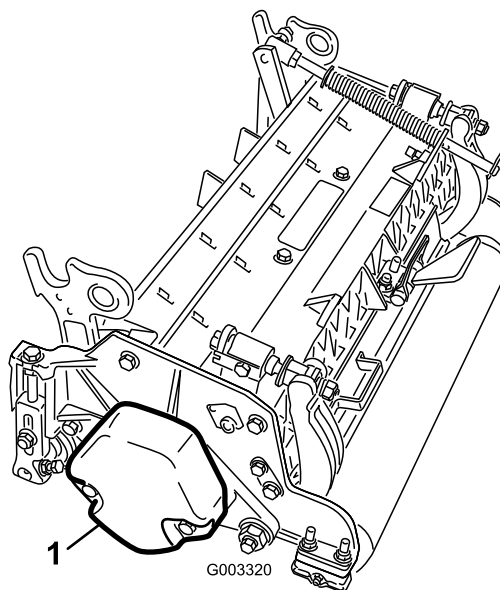

Figura 4
3. Certifique-se de que o contrapeso (Figura 4) está instalado na extremidade adequada da unidade de corte conforme descrito no *Manual do utilizador* da unidade de corte.